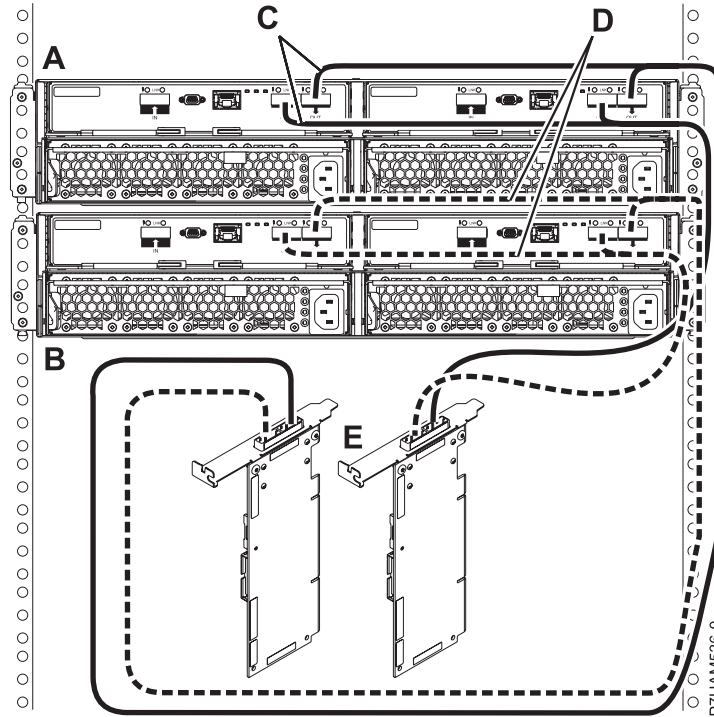

Figure 32. Mode 1 de connexion de deux boîtiers d'unité de disque 58/87 via des câbles YO à une paire d'adaptateurs SAS
- l. Effectuez la connexion de mode 1 de deux boîtiers d'unité de disque 58/87 (A et B) via des câbles YO (C et D) vers une paire d'adaptateurs SAS (E), comme illustré dans la figure 32, à la page 31.